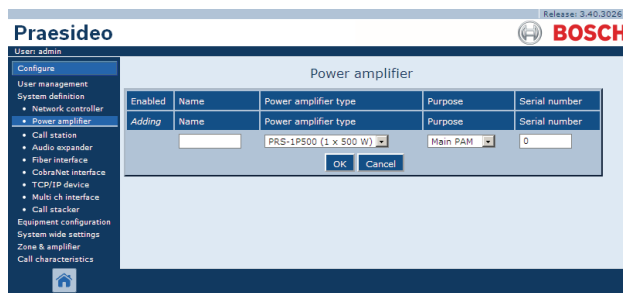

figura 43.5: Agregar un amplificador de potencia, paso 2
- 2 Haga clic en el botón *Add* para agregar un amplificador de potencia nuevo al sistema. Aparece una pantalla similar a la mostrada en figura 43.5 en el cuadro principal de la interfaz Web.